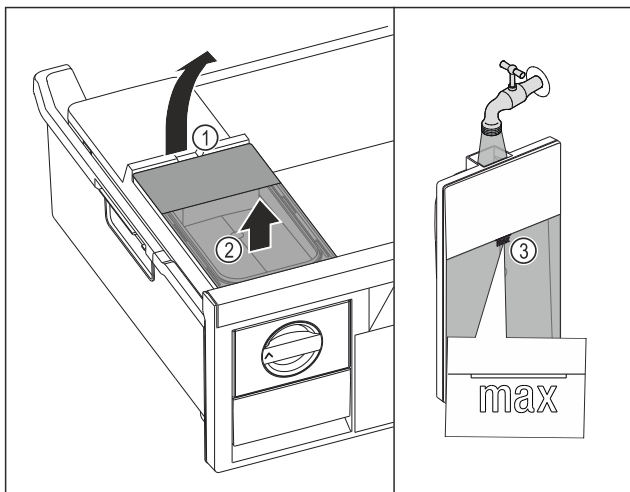

Fig. 121
- Podignite spremnik za vodu na otvoru Fig. 121 (1).
- Izvadite spremnik za vodu prema gore. Fig. 121 (2)
- Spremnik za vodu napunite pitkom vodom do oznake Fig. 121 (3).